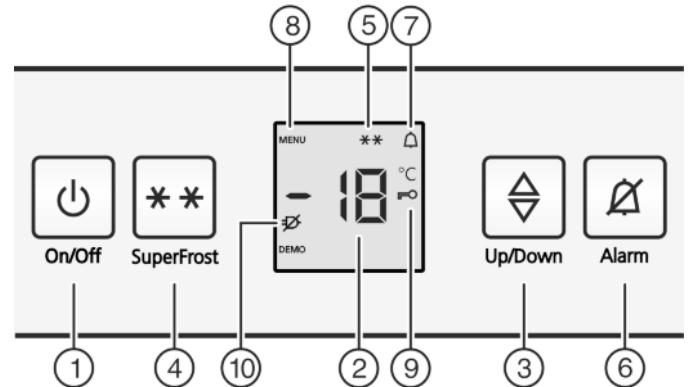

Fig. 2
- Nyomja meg az On/Off gombot Fig. 2 (1).
- ▶ Beállítási mód aktiválása: Nyomja meg a SuperFrost gombot *Fig. 2 (4)* kb. 5 másodpercre.
- ▷ A kijelzőn megjelenik a Menü ikon *Fig. 2 (8)*.
- ▶ A SuperFrost billentyűvel *Fig. 2 (4)* röviden nyugtázza.
- ▷ A gyermekbiztosítás ikon *Fig. 2 (9)* világít a kijelzőn.
- ▶ Röviden nyomja meg az On/Off gombot *Fig. 2 (1)*.
- ▷ A gyermekbiztosítás ikon *Fig. 2 (9)* kialszik.
- ▶ Nyomja meg a riasztás gombot *Fig. 2 (6)*.
Egyidejűleg villog a hőmérsékletkijelző és a riasztás ikon *Fig. 2 (7)*.
A figyelmeztető hangjelzés automatikusan elnémul, a riasztás ikon *Fig. 2 (7)* eltűnik és a hőmérsékletkijelző is abbahagyja a villogást, mikor a hőmérséklet újra elégé alacsony.